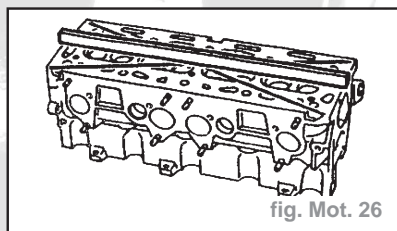

fig. Mot. 26
- Procéder au contrôle en appliquant la règle sur le plan de joint dans plusieurs sens (longueur, largeur et diagonale) (fig. Mot. 26).